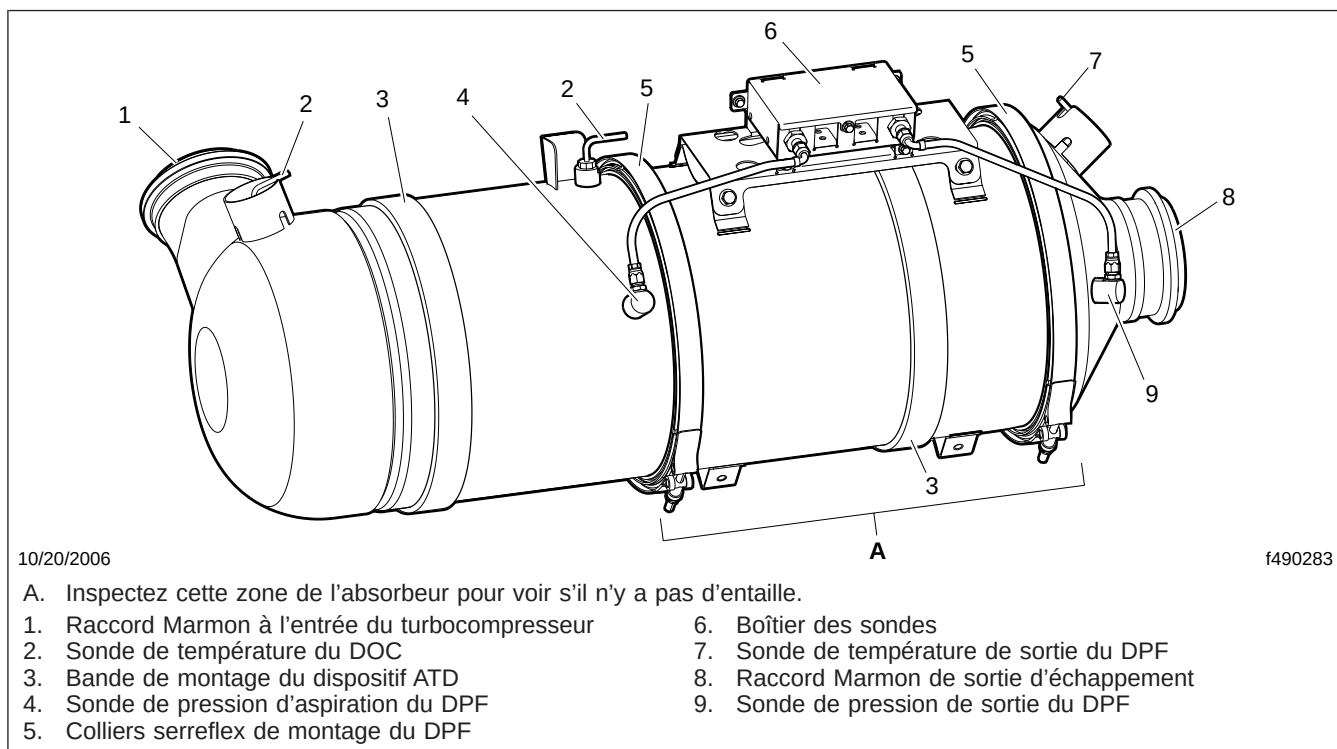

Fig. 4, Dispositif type de traitement à la sortie EPA 2007
7. Examinez la surface extérieure du filtre à particules pour vous assurer qu'elle ne présente pas d'entaille ou autres dommages. Voir la réf. A. de la figure 4. Une entaille d'un diamètre supérieur à 76 mm (3 po) ou d'une profondeur